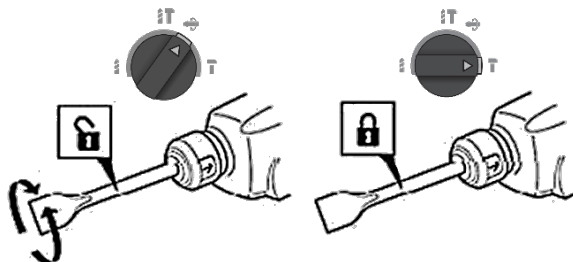

Рисунок 3
3.6 Для вибору та фіксації необхідного положення довбального інструмента (долото, штробник), необхідно (дивіться рисунок 3):